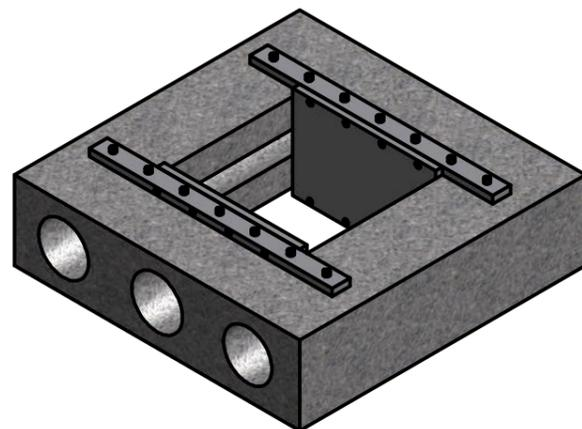

Рис. 26
4.6.2. Проведение мероприятий по усилению отверстий (рис. 26). Для усиления плиты перекрытия в месте прорубания отверстия диаметром до 400 мм включительно используются балки, отверстия диаметром свыше 400 мм усиливаются швеллерами. Усиление производится с двух сторон.